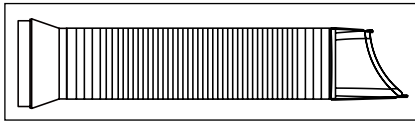

Fig. 3
1. Forlæng hver side af slangen (Fig. 3).